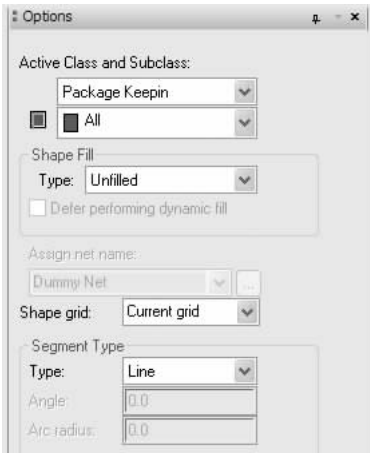

图 10-72 “Option（选项）”面板
1. 选择菜单栏中的“Setup（设置）”→“Areas（区域）”→“Package Keepin（元件允许布局区）”命令，打开图 10-72 所示的“Options（选项）”面板。